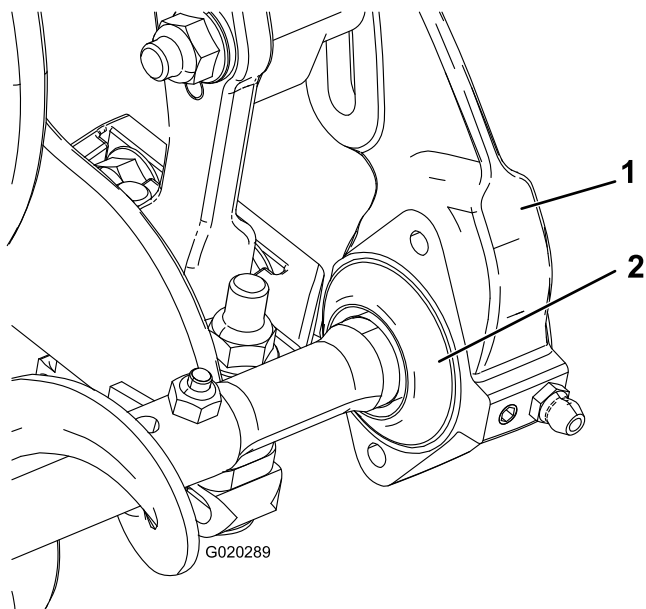

図 8
1. 各エクスクルーダシールを外側にずらし、シールのリップがそれぞれのベアリングハウジングに軽く接触するようにする 図 8。